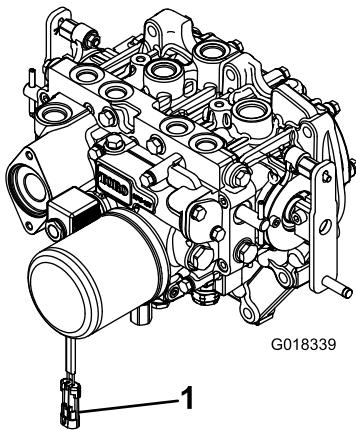

図 3
2. ワイヤハーネスについているPTO用ソレノイドバルブ駆動コイル用のコネクタを外す図 3。
8. 駆動シャフトの反対側の端部をアタッチメントのギアボックスのシャフトに固定し終わったら、ワイヤハーネスの電気コネクタをPTOソレノイドバルブのコイルのコネクタに接続する図 3。